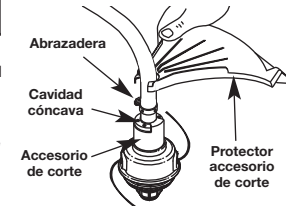

Fig. 2
1. Coloque el protector accesorio de corte sobre el bastidor del eje por encima del ensamble de la abrazadera (Fig. 2).
2. Empuje el protector accesorio de corte hacia abajo hasta la parte superior del ensamble del accesorio de corte y luego gire el protector accesorio de corte hasta que los orificios de los tornillos se alineen y la protección calza en la cavidad cóncava (Fig. 2).